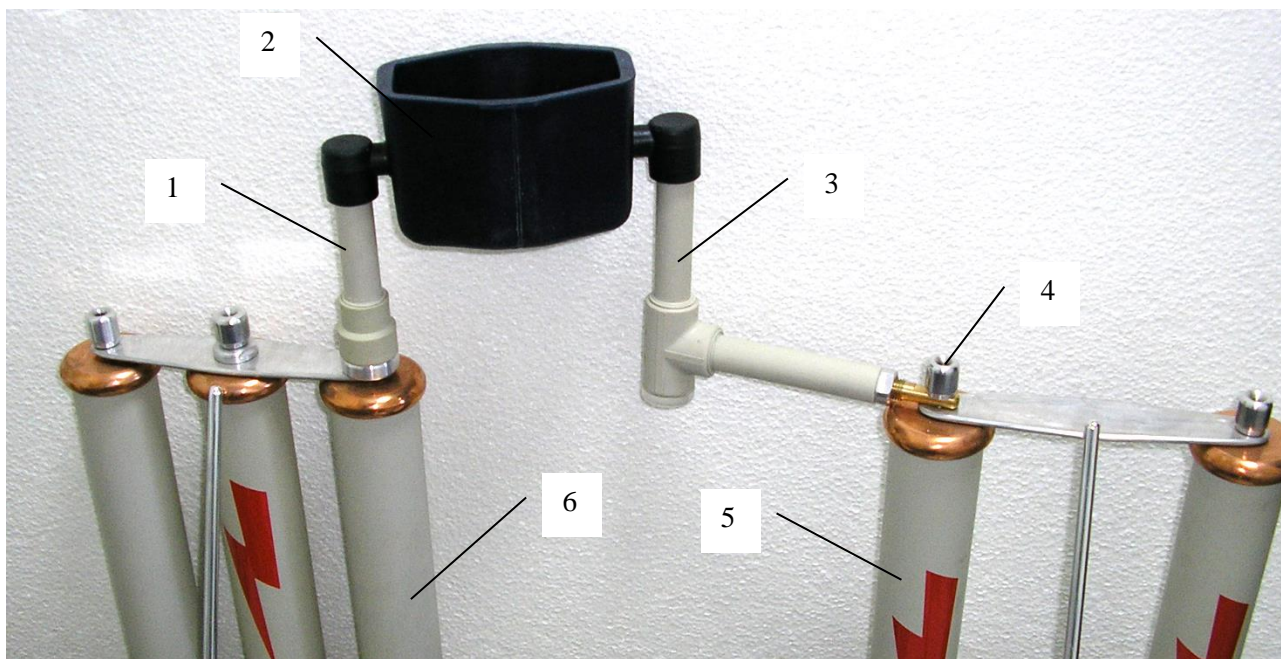

Рис.8.17.
8.8.2. Установить кронштейны крепления испытательной ячейки на высоковольтные выводы блоков БВИ-50-1 и БВИ-50-2 (рис.8.17.).
На рис.8.17:
8.8.3. Установить ячейку с залитым жидким диэлектриком на контакты кронштейнов поз.1 и 3 рис.8.17 (подготовка ячейки к испытаниям описана в разделе 7.5 «Подготовка к работе измерительной ячейки для испытаний жидких диэлектриков»). Снять наложенное заземление.